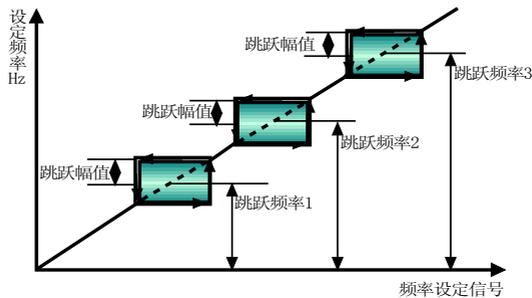

图 5-2-5 跳跃频率
- ◆ 为了让变频器的设定频率避开机械负载的共振频率点，变频器的设定频率可以在某些频率点附近作跳跃。与共振频率对应的工作频率，就是跳跃频率如图5-2-5所示。